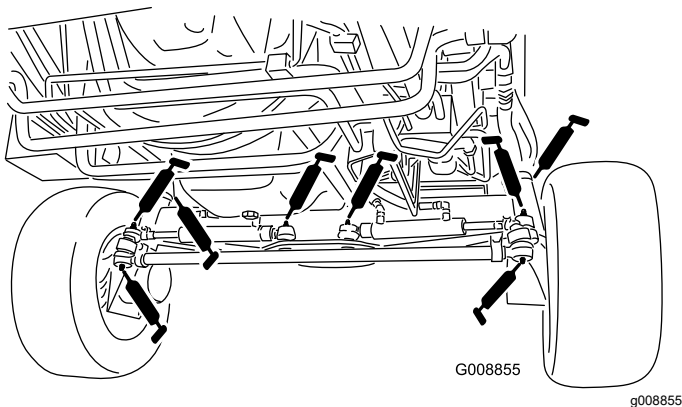

Figura 50
- 4 rótulas de cilindros de dirección (Figura 50)
- 2 rótulas de barras de acoplamiento (Figura 50)
- 2 casquillos de pivotes de dirección (Figura 50)